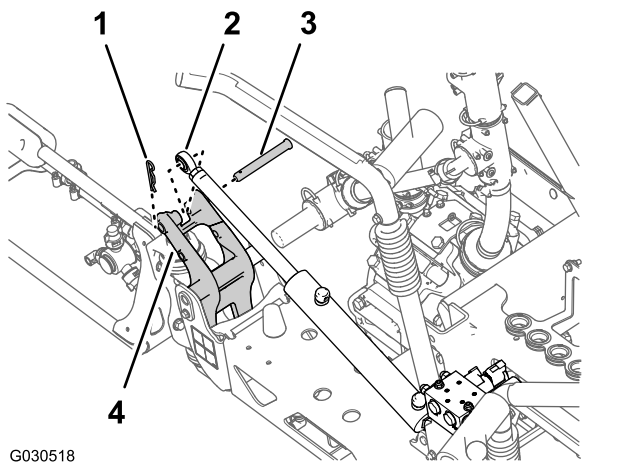

Рисунок 40
- Удалите шплинт и шплинтуемый штифт, которые крепят конец штока подъемного цилиндра к кронштейну оси поворота (Рисунок 40).